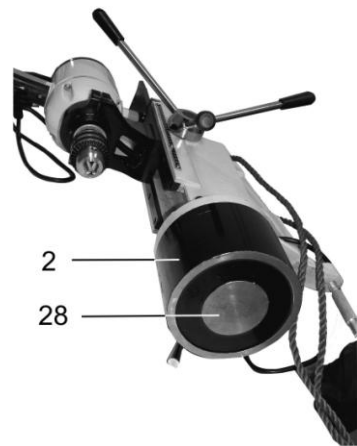

Рис. 5
9.2.2.Перед монтажом станка убедитесь, что поверхность, на которую устанавливается магнитная подошва (2) станка, сухая, чистая, плоская и ровная. Контактная поверхность (28) магнитной подошвы (2), Рис. 5, должна быть сухой и чистой. Обеспечьте непосредственный контакт между монтажной металлической поверхностью и поверхностью (28), Рис. 5, магнитной подошвы (2) станка по всей ее рабочей площади.